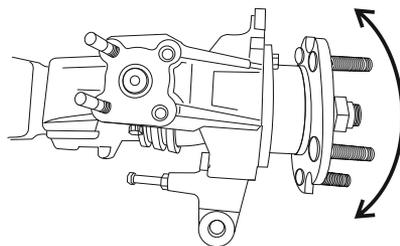
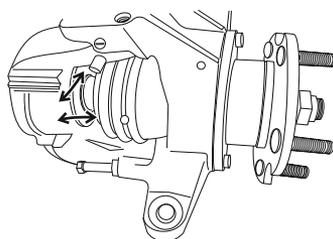

Рис. 5
Рис. 6
4. Покачайте кулак из стороны в сторону (рис. 5). При этом полуось ШРУСа должна остаться неподвижной. Если при качании кулака, полуось перемещается вперед-назад или вправо-влево (рис. 6), значит точка перелома ШРУСа смещена относительно оси вращения поворотного кулака.